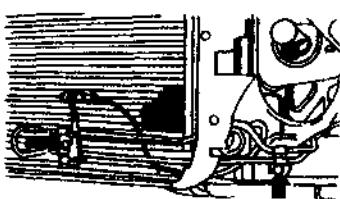

图 1.1 拆下动力转向液压冷却管
- ① 查取车载收录机代码。关闭点火开关，拆下蓄电池搭铁线。
- ② 拆下发动机罩和油底壳护板。
- ③ 拆下散热器下端的动力转向液压冷却管，如图 1.1 所示。拆下动力转向系统相关部件。